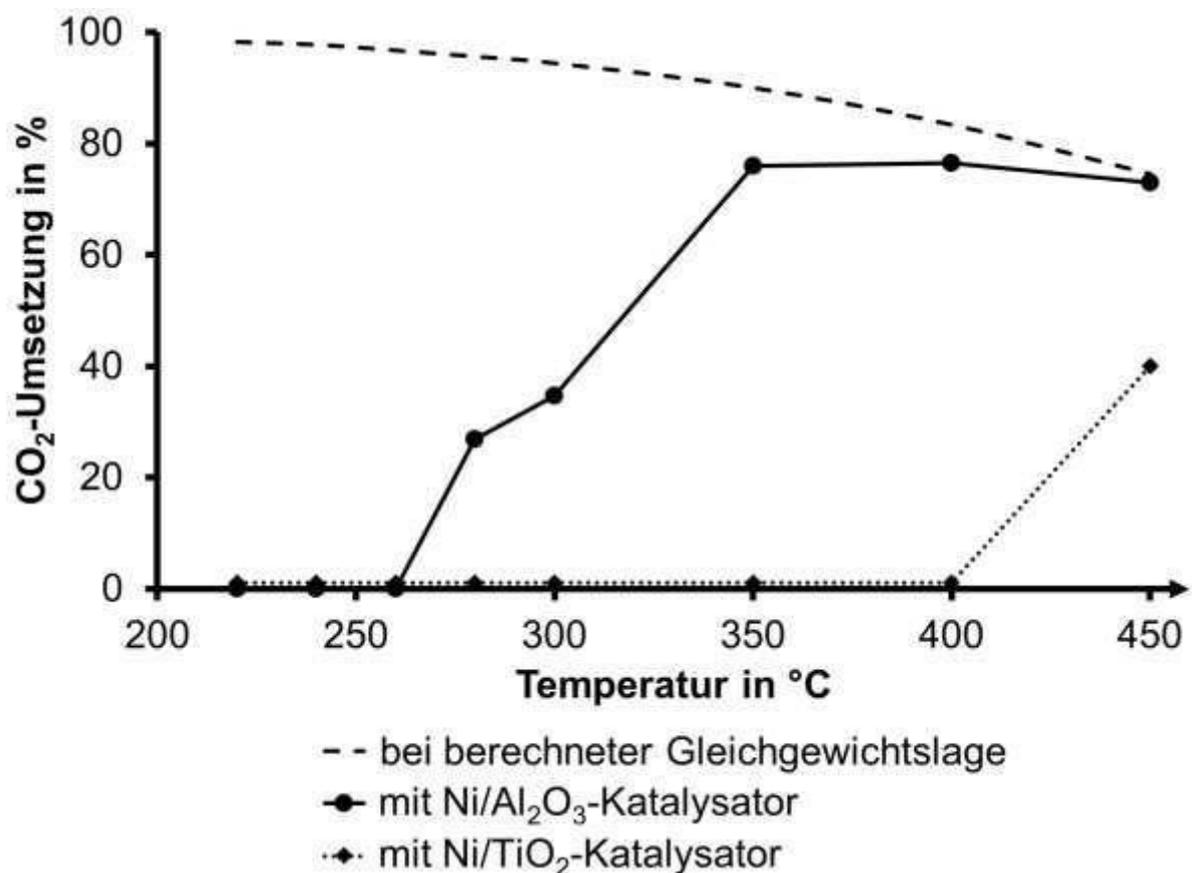

Abb. 1: Berechnete und unter Verwendung von verschiedenen Katalysatoren ermittelte Umsetzungsraten von Kohlenstoffdioxid
- 1.3 In einer Versuchsreihe wird die Wirksamkeit zweier Katalysatoren für den Sabatier-Prozess untersucht und mit berechneten Werten zur Kohlenstoffdioxidumsetzung verglichen. Diese Werte können mit Hilfe von theoretischen Modellen bei verschiedenen Temperaturen im Gleichgewicht ermittelt werden. Für den Versuch bringt man bei verschiedenen Temperaturen das jeweils gleiche Eduktgemisch zur Reaktion. Nach jeweils der gleichen Zeit misst man die Umsetzungsrate von Kohlenstoffdioxid (Abb. 1)
1.3.1 Begründen Sie den in Abbildung 1 dargestellten Kurvenverlauf für die berechnete Gleichgewichtslage anhand des Prinzips von Le Chatelier. Erklären Sie den Kurvenverlauf unter Verwendung des Ni/Al2O3 Katalysators im Temperaturbereich zwischen 220 °C und 350 °C auf